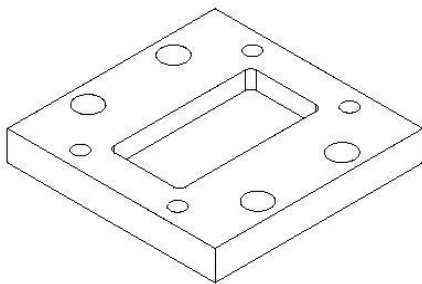

图5-75
10. 选择上一步绘制的草图轮廓，在【成形特征】工具条中单击【拉伸】按钮，在【选择步骤】复选框中选择【求差】选项，在【结束】输入框中输入“-20”，然后单击 **确定** 按钮创建拉伸切除特征，如图 5-75 所示。